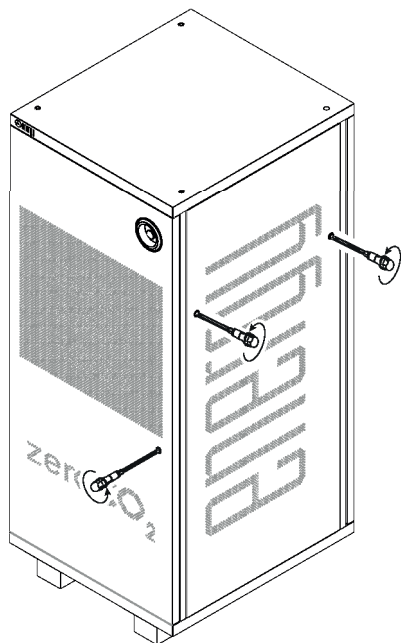

Fig. 4.10
16. Aprire le porte frontale, laterali e posteriore del rack (Fig. 4.10).